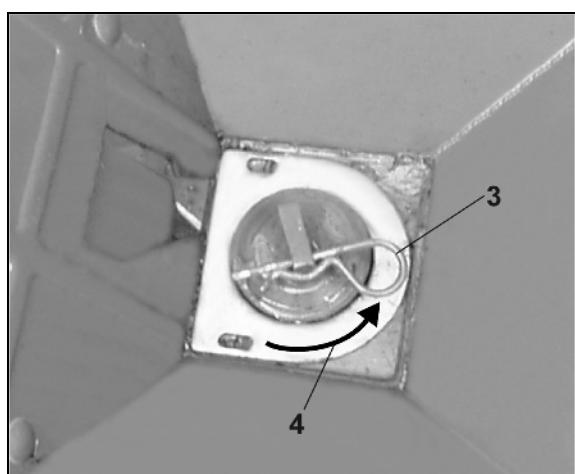

図 90
1. R ピン (図 90/1) を引き出します。
2. アジテーター・ヘッド 延長部 (図 90//2) を取り外します。